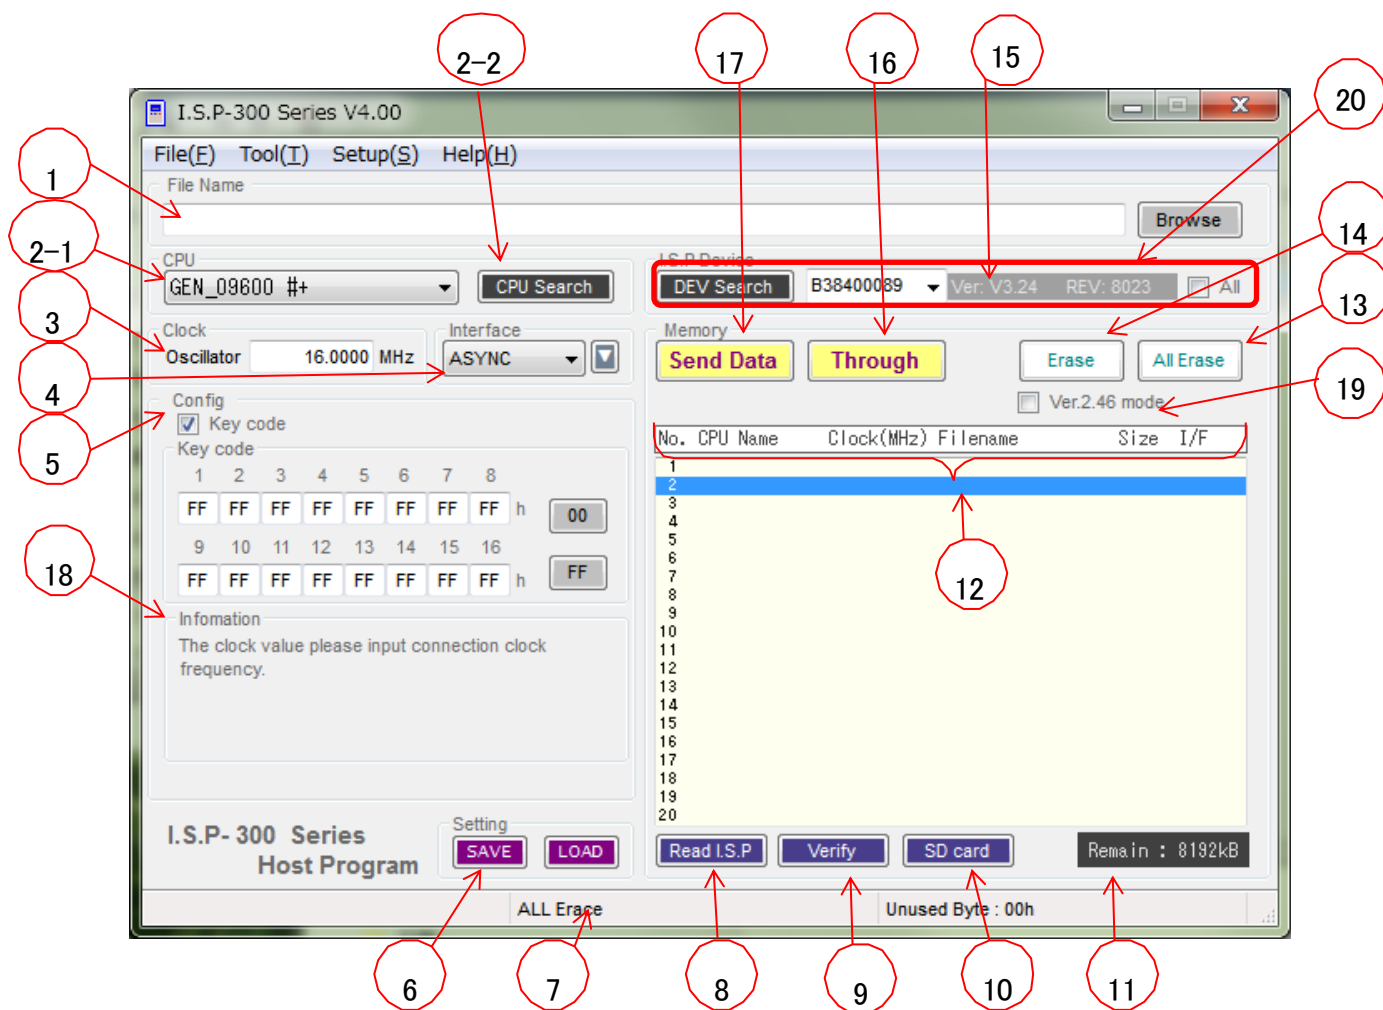

Fig 1 I.S.P-300 シリーズ用 Host 起動画面
3. 起動すると以下のような画面が現れます。(Fig 1 参照)